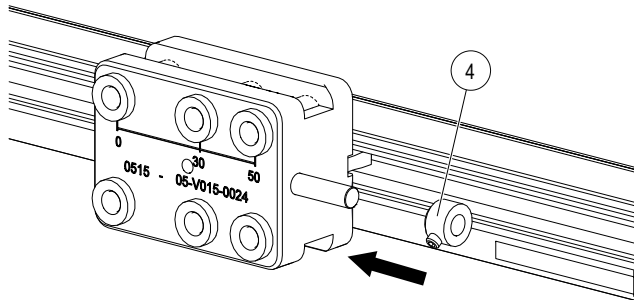

Abb. 89: Anschlagring (4) über den Stufenbohrer M3 90° schieben
- Den Anschlagring (4) über den Stufenbohrer M3 90° schieben (siehe Abb. 89).